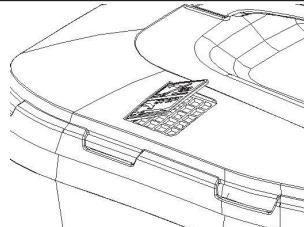

Fig. 3E
- L'indicateur de niveau se soulève si le sac n'est pas rempli durant la tonte. (Fig. 3E)